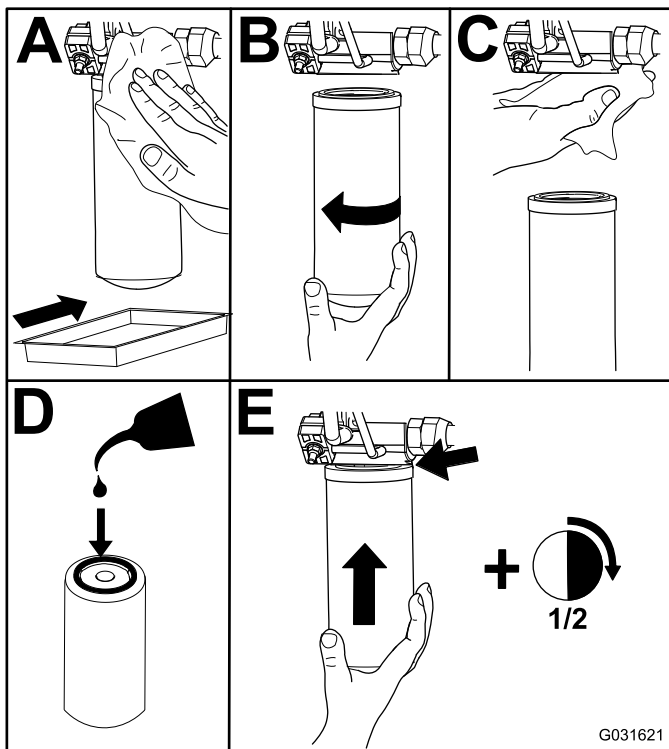

Figura 76
2. Cambie los filtros hidráulicos (Figura 76).